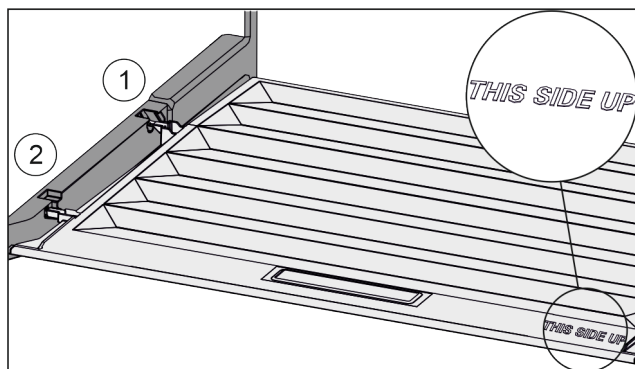

Fig. 82
- Skyv inn dekseltrinn via åpningen til bakre holder Fig. 82 (1) og klikk dem på plass i fremre holder Fig. 82 (2).